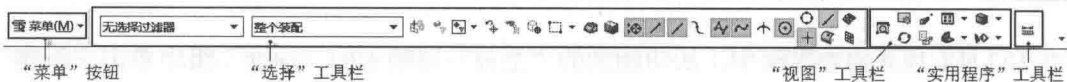

图 1-4 上边框条的组成
- 上边框条：位于功能区的下方、图形窗口的上方，由“菜单”按钮 、“选择”工具栏（可简称为选择条）、“视图”工具栏和“实用程序”工具栏组成，如图 1-4 所示。